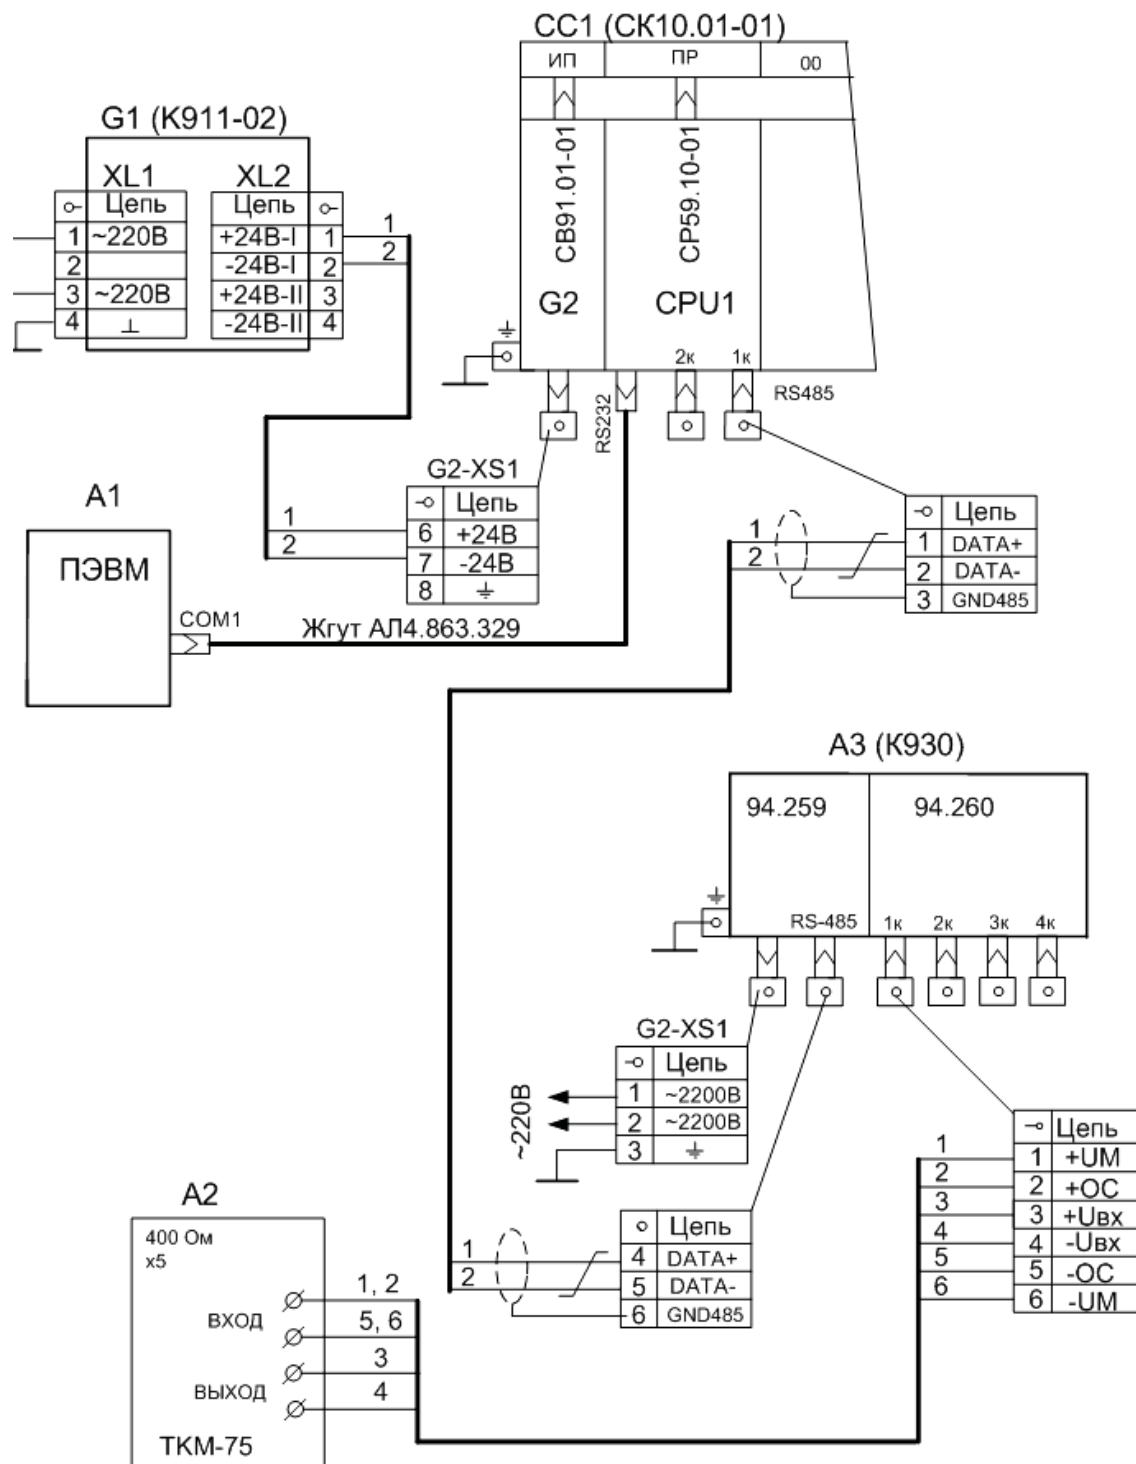

Рисунок 15 – Схема проверки функционирования K930
3.3.5 Включить источник G1 (см. рисунок 15). Установить переключатель режима работы на лицевой панели модуля CPU1 в положение «ОТЛ».